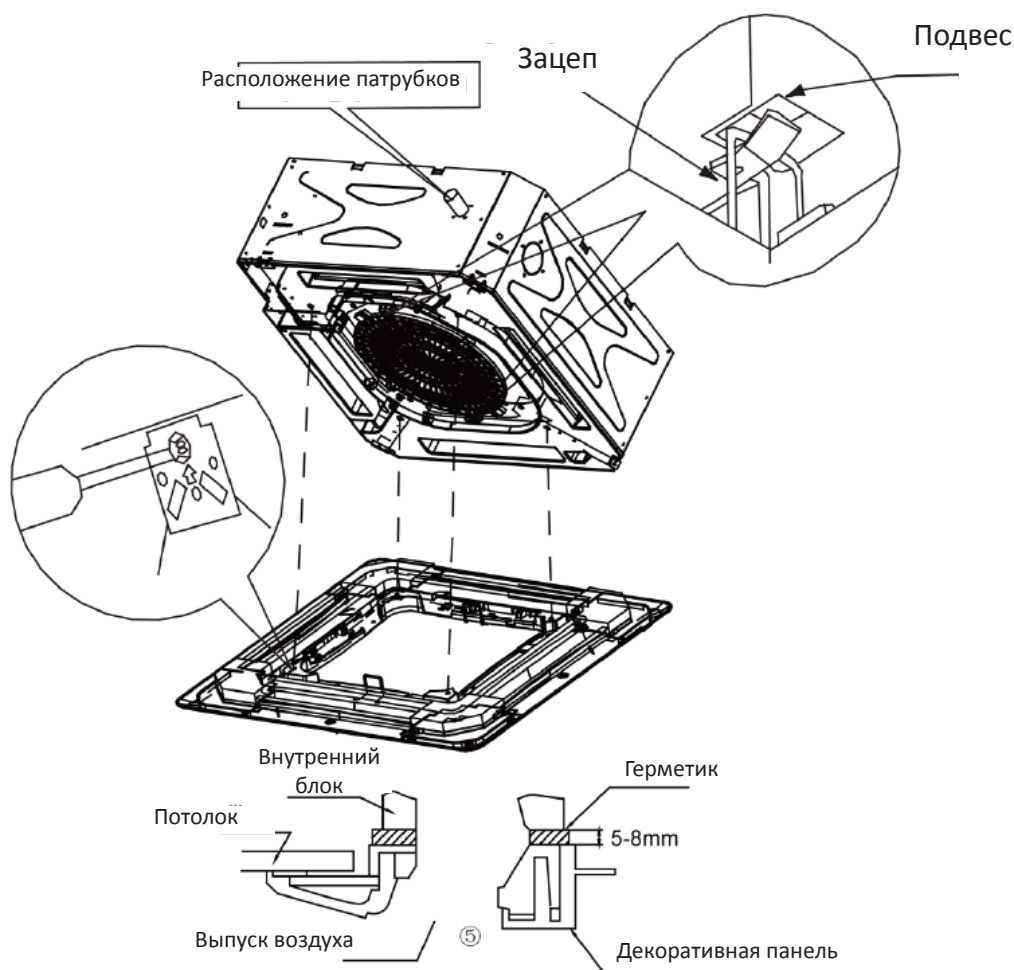

Рис. 4.4.5
(2) Предварительно навесить панель на корпус (на четыре угловых зацепа), вставить зацепы в корпус, как показано на рис. 4.4.5.
(3) Отсоединить воздухозаборную решетку от панели, подключить приемник сигналов. Убедиться, что соединительный провод не пережат между корпусом и панелью; это может привести к протечкам воздуха и вытеканию конденсата.
(4) Затянуть 4 винта по углам панели; плотно закрепить панель на корпусе.
(5) Затянуть винты и установить воздухозаборную решетку на место.